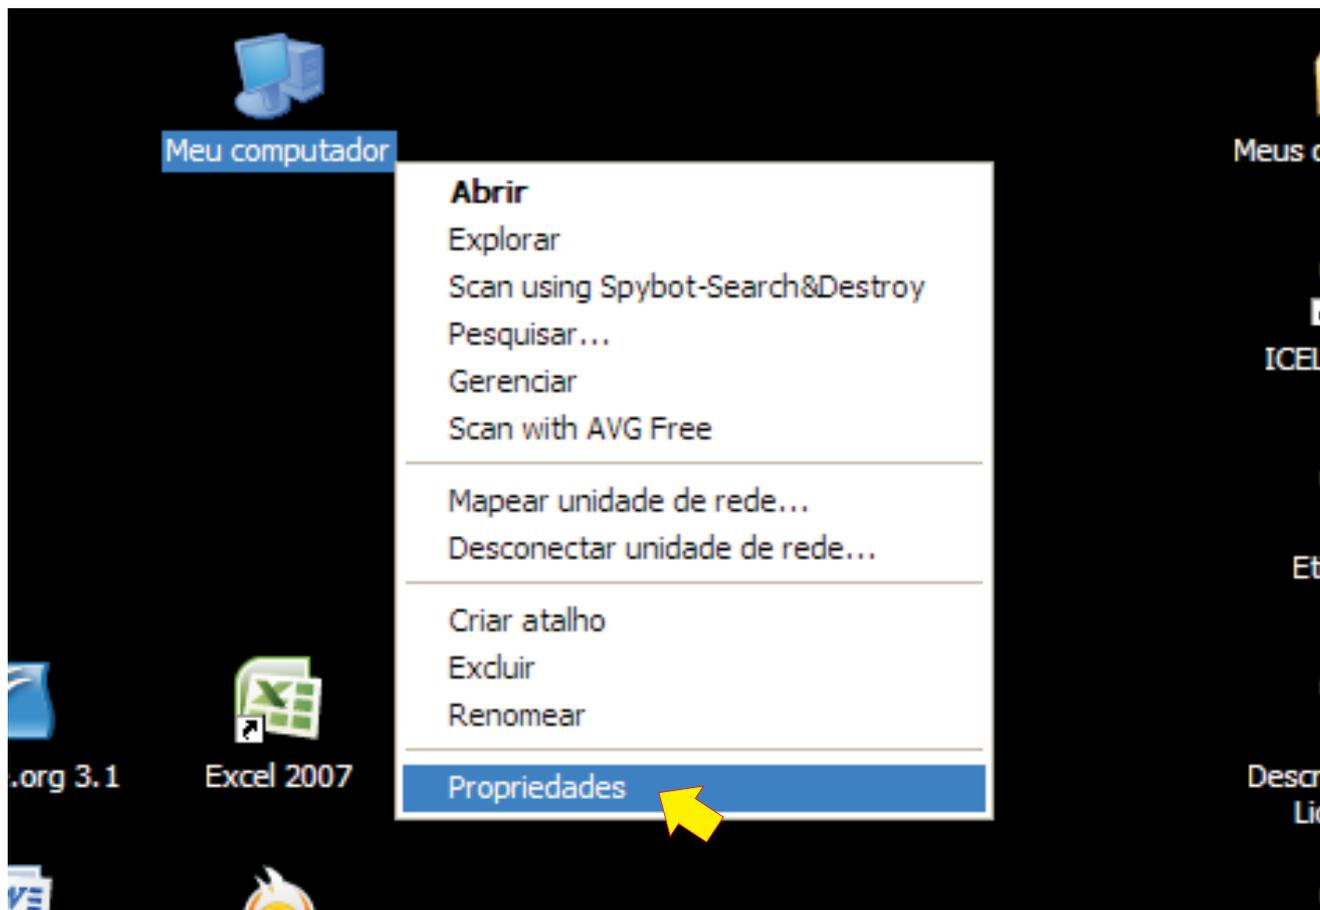

figura 1
a) Clique com o botão direito no ícone 'Meu Computador' e selecione 'Propriedades'. Veja figura 1 acima.